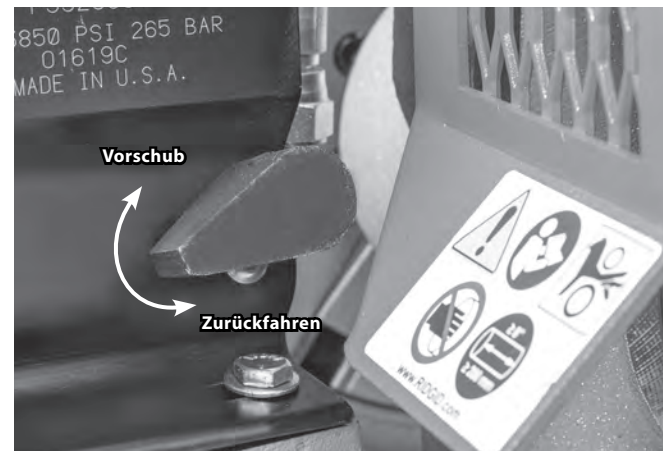

Abbildung 11 - Position des Pumpenfreigabe-Hebels
- Um die Nutrolle zurückzufahren, bewegen Sie den Pumpengriff in die Zurückfahrposition. *Siehe Abbildung 11.*